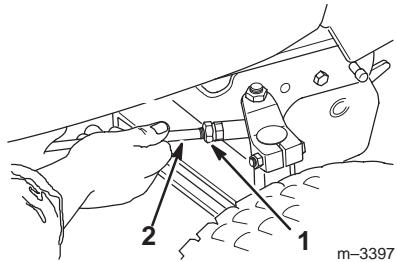

Bild 48
- Lockern Sie für die Einstellung die Klemmmuttern an den Enden der Zugstangen (Bild 48).